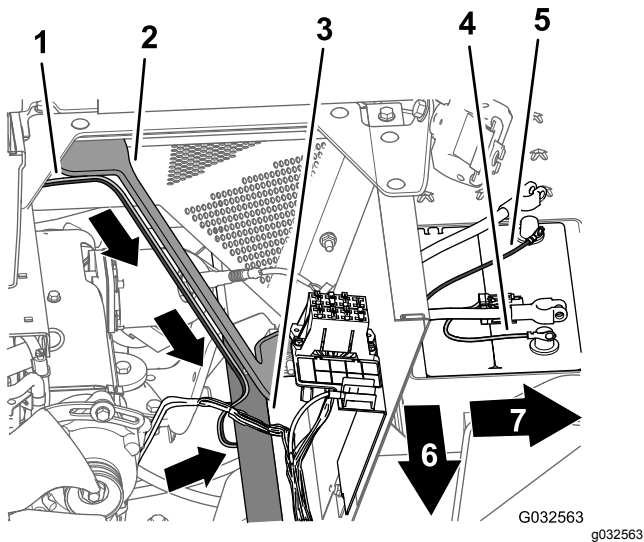

Figura 138
3. Enrute la rama de 165 cm del arnés de cables hacia abajo por el soporte izquierdo de la cubierta del motor y por debajo del larguero izquierdo del bastidor (Figura 138).
4. Enrute el fusible de 50 A y los terminales de anillo positivo y negativo de la rama de 165 cm del arnés de cables a la parte superior de la batería (Figura 138).